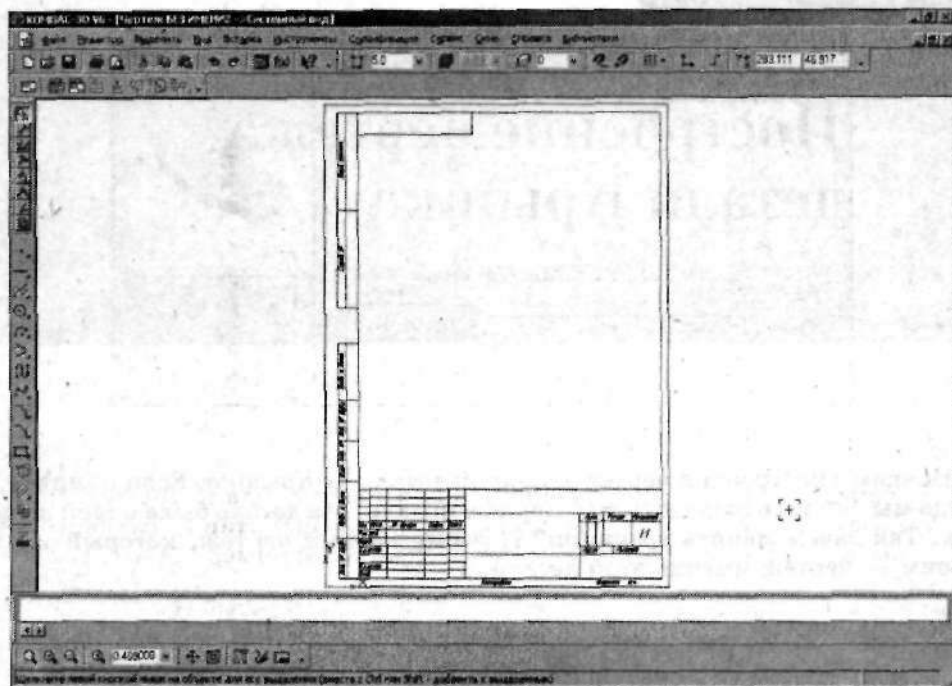

Рис. 4.2. Рабочее поле чертежа
1. Создайте документ типа **Чертеж**, для чего воспользуйтесь пунктом меню **Файл | Создать...** или нажмите клавиши **Ctrl+N**. Перед вами появится рабочее поле чертежа, оформленное рамкой и штампом (рис. 4.2).